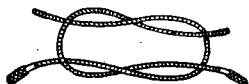

Bild 16. Der Weberknoten.
a) Kabelverbindungen werden nach Bild 16 mit Weberknoten ausgeführt.